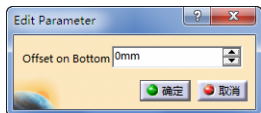

图 3-134 定义检查余量（8）
- 定义检查余量（8）。双击“Offset on Bottom”，弹出“Edit Parameter”对话框，可设置余量大小为“0” mm，如图 3-134 所示。